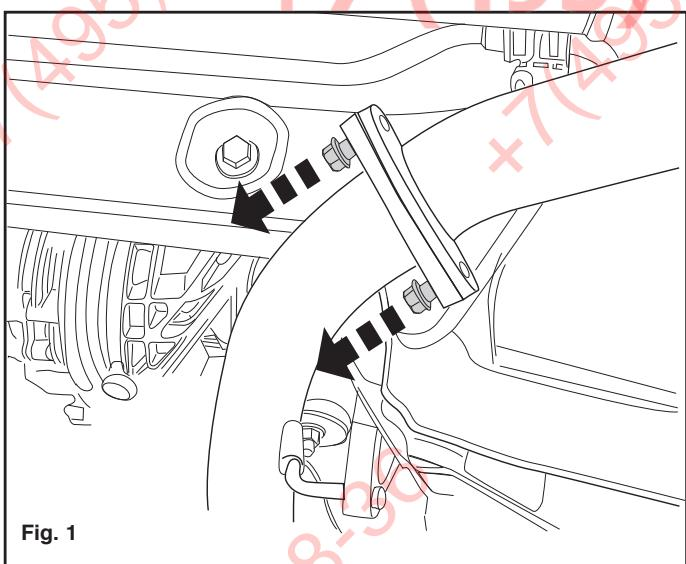
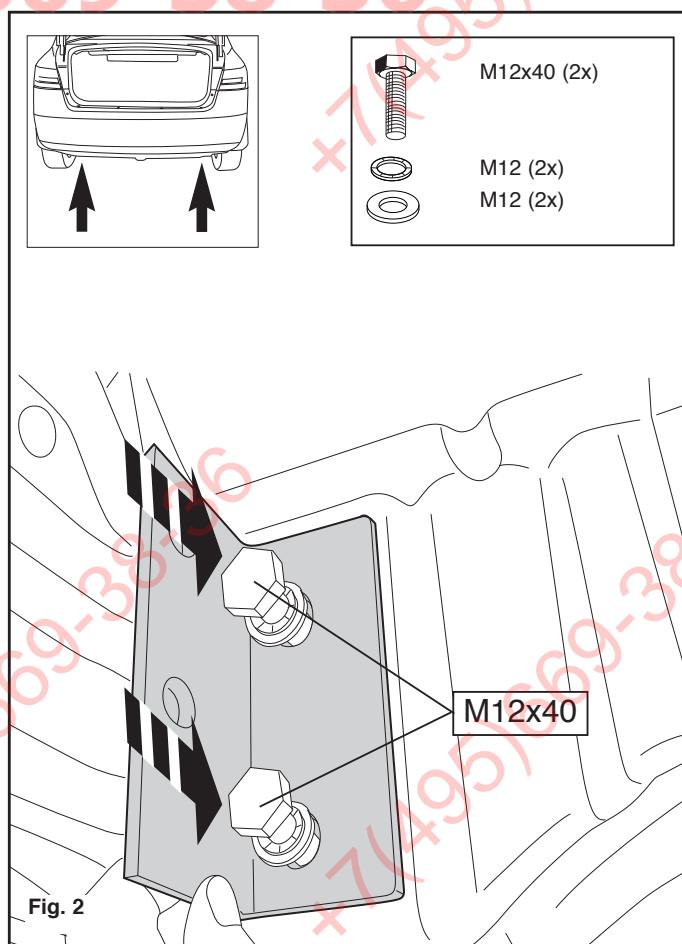

Fig. 1
Fig. 2
- * Den hintersten Auspuff-Schalldämpfer abmontieren. Siehe Abbildung 1.
1. Demonter den bageste lydpotte. Se fig. 1.
2. Demonter sejlingen (V). Denne bliver overflødige.
3. Anbring støtterne A og monter disse ved punkterne B monter det hele manuelt. Se fig. 2.
- Zdemontować ostatni tłumik rury wydechowej. Patrz rysunek 1.
- Zdemontować pierścień holowniczy (L). Tego nie będzie się ponownie używać.
- Umieścić wsporniki A i umocować je w punktach B, lekko przymocować całość. Patrz rysunek 2.